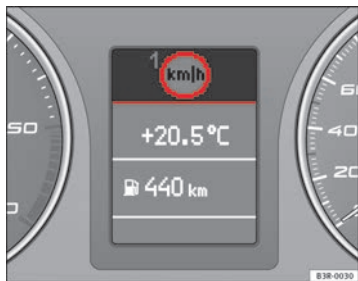

Fig. 56 Afficheur : Dispositif d'alerte de dépassement de vitesse
d'alerte retentit. Un symbole d'alerte ⇒ fig. 56 apparaît simultanément à l'afficheur.
Le symbole d'alerte de dépassement de vitesse  du seuil d'alerte 1 ⇒ fig. 56 apparaît à l'afficheur lorsque la vitesse du véhicule dépasse la vitesse maximale mémorisée. Il disparaît lorsque la vitesse de la voiture est de nouveau inférieure à la vitesse maximale mémorisée.
- Pressez la touche CHECK jusqu'à ce que le symbole ⇒ page 87, fig. 56 s'affiche.